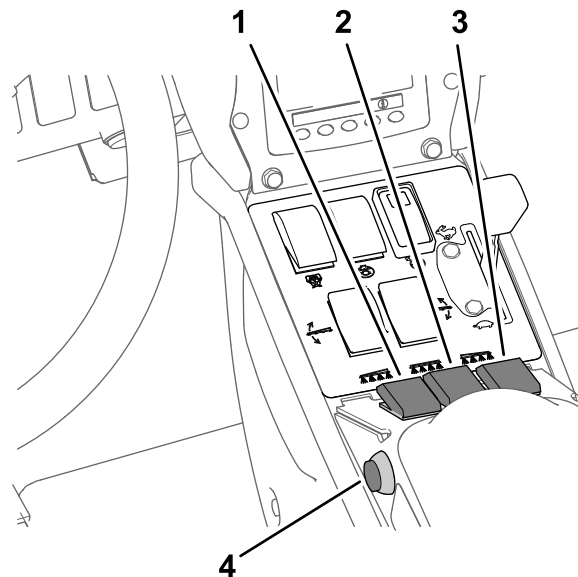

Figure 47
2. Appuyez sur le bouton 2 pour passer à l'étape suivante (Figure 47).
1. Placez la commande générale des sections en position MARCHÉ (Figure 47).
3. Placez la commande générale des sections en position ARRÊT (Figure 47).